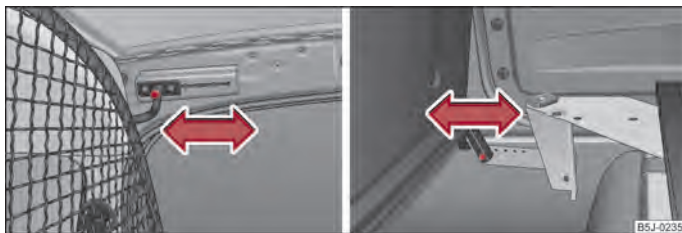

Fig. 165 Prindere superioară / prindere inferioară pentru peretele despărțitor de siguranță
- Deșurubați șurubul de pe fiecare parte a părții de sus a caroseriei ⇒ fig. 165 - stânga și șurubul din partea de jos ⇒ fig. 165 - dreapta.